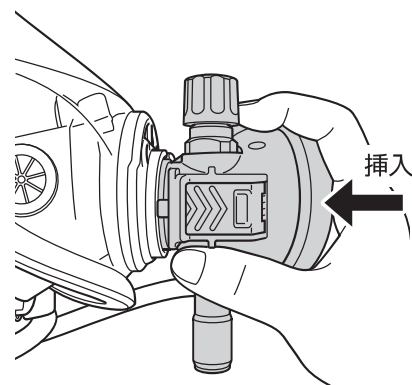

図 16 挿入した状態
2. 片手で面体を持ち、面体の接続部にプレッシャデマンド弁を正規の向きより約 90° ひねった状態で、面体接続部に対してまっすぐに挿入する。(図 16 参照)